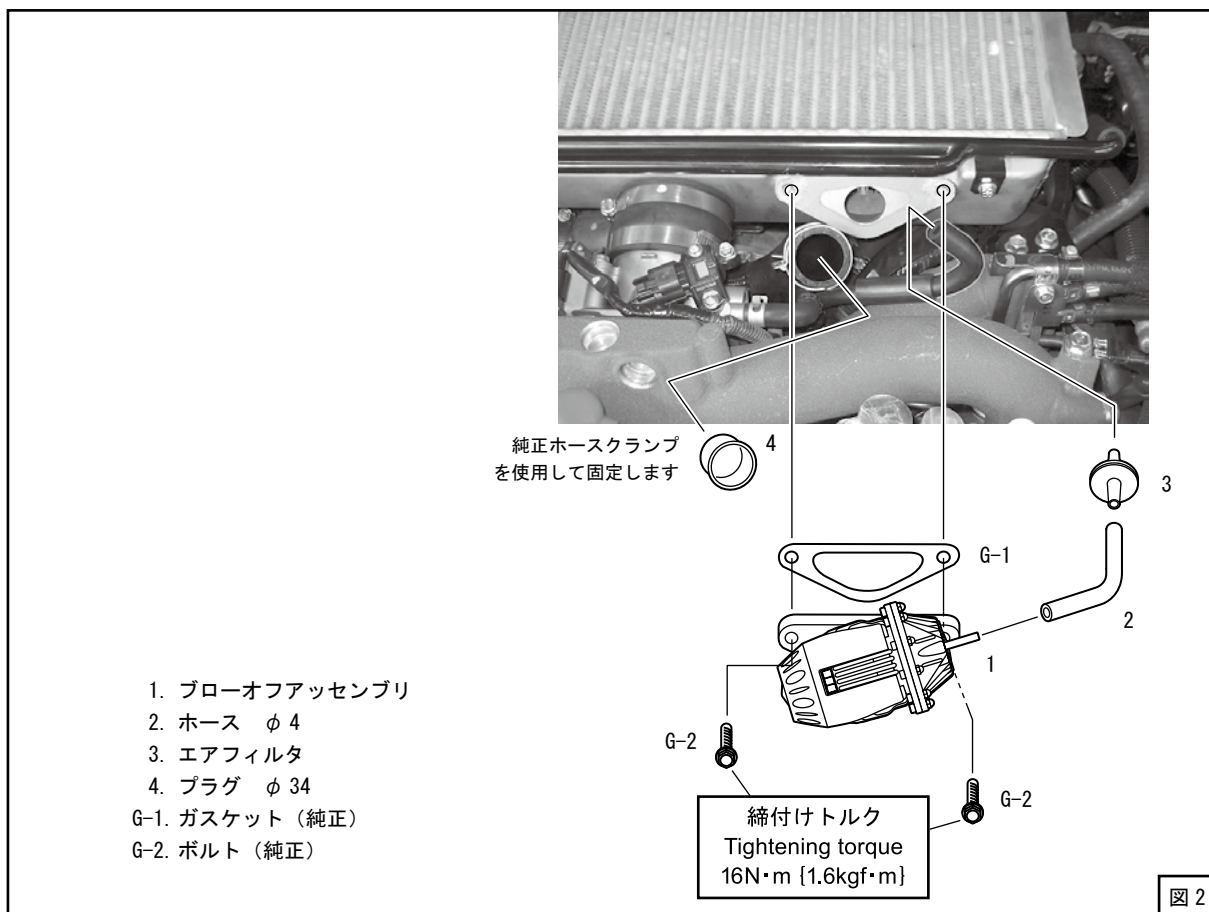
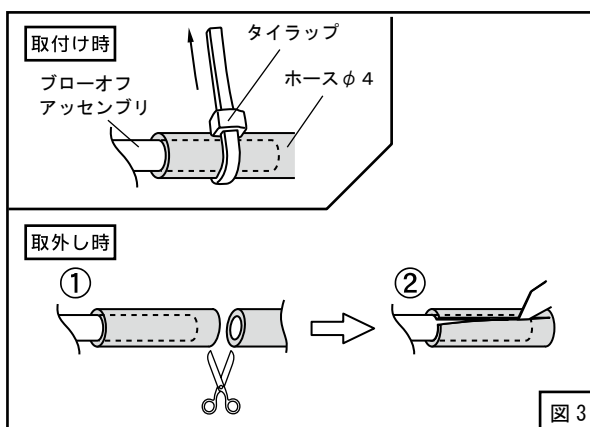

図 2
図 3
- (1) エアバイパスホースに純正ホースクランプを使用してφ 34 プラグを取付けてください。(図 2)
- (2) インタークーラにブローオフアッセンブリを仮付けしてください。(図 2)
- (3) キットパーツを使用してブローオフバルブ作動用の配管を行なってください。ホースφ 4は適当な長さに(ある程度余裕を持たせて)切って使用してください。(図 2)
- (4) ブローオフアッセンブリのニップル部に取付けたホースφ 4をタイラップで縛り、固定してください。(図 2、図 3)
ブローオフアッセンブリを取外す時など、ホースφ 4をブローオフアッセンブリから抜く際は、タイラップを外した後、一度ホースφ 4を切断し切り込みを入れてから取外してください。(図 3)